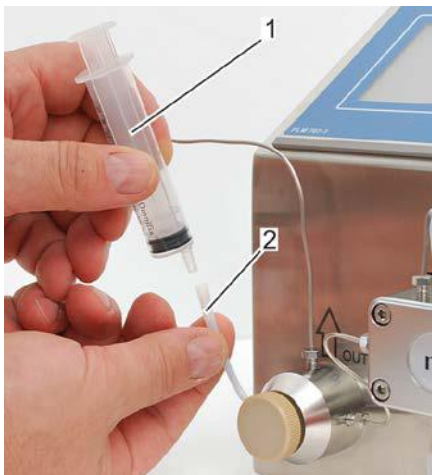

Abb. 37: Spritze abnehmen
5. Die Spritze (Abb. 37/1) von der Entlüftungskanüle (Abb. 37/2) abnehmen.